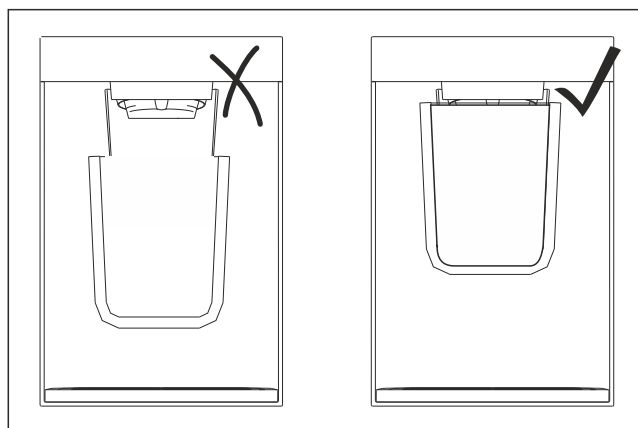

Fig. 103 Beispielhafte Darstellung
- ▶ Gefäß möglichst nahe an Ausgabeöffnung halten. (siehe Fig. 103)